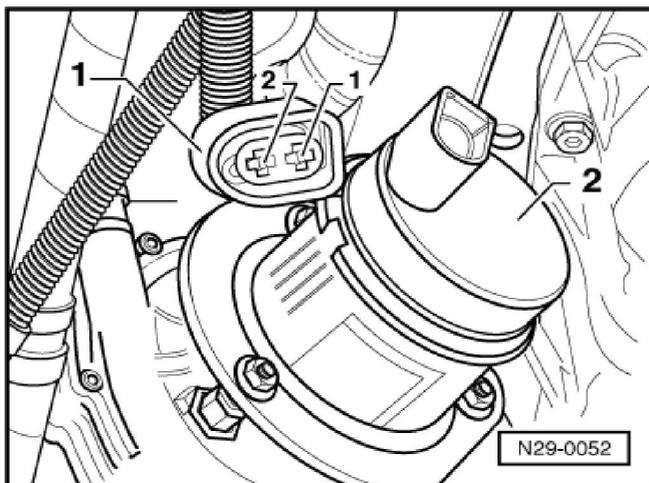

Fig.29 Conector doble (1) y motor para bomba aire secundario (2)
-En la función de activación el relé debe producir un click progresivo y el motor para bomba de aire secundario debe funcionar a intervalos. Si el motor no funciona suelta el conector doble (fig.29) y conecta la lámpara de diodo entre ambos contactos; estando activa la función de actuadores el diodo debe destellar.